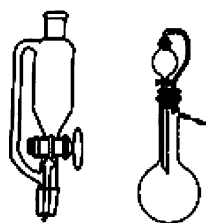

图5
(1) 可能降低有机物的溶解度,便于分层析出(盐析法)。
(2) 可能与某些物质反应,从而与其他物质分离(如阿司匹林的制备中加 NaHCO_3 ,将阿司匹林变成可溶性的盐,与聚合物分离)。
5. 恒压漏斗(连通管)的作用(见图5)